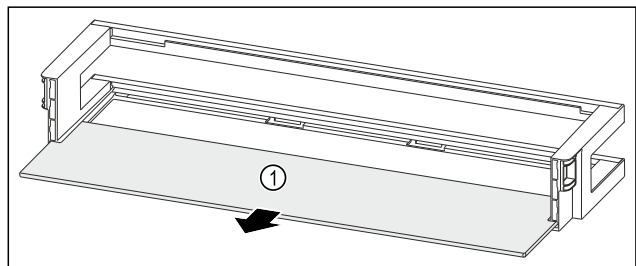

Fig. 214 Türabsteller mit Abstellfläche
- ▶ Abstellfläche Fig. 214 (1) entnehmen.